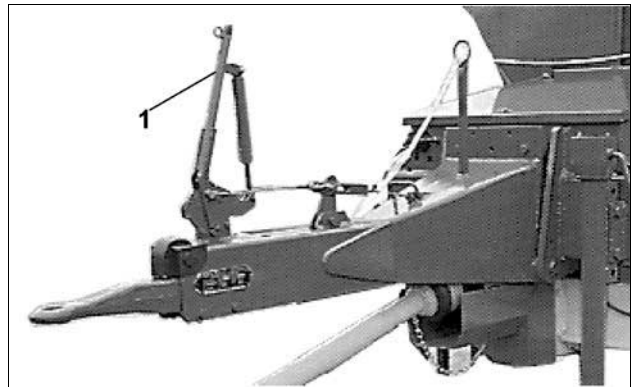

Fig. 21
- Vor dem Abkuppeln des Großflächenstreuers vom Schlepper ist die Feststellbremse (Fig. 21/1) anzuziehen.